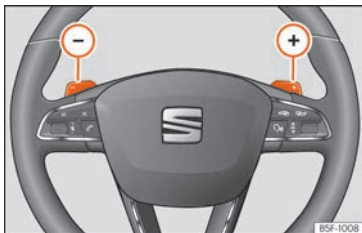

Abb. 237 Lenkrad mit zwei Schaltwippen für die Tiptronic.
- Im Fahrprogramm **D** oder **S** Schaltwippen am Lenkrad betätigen »» **Abb. 237**.
- Tippen Sie die Schaltwippe (+), um einen Gang hochzuschalten »» **Abb. 237**.